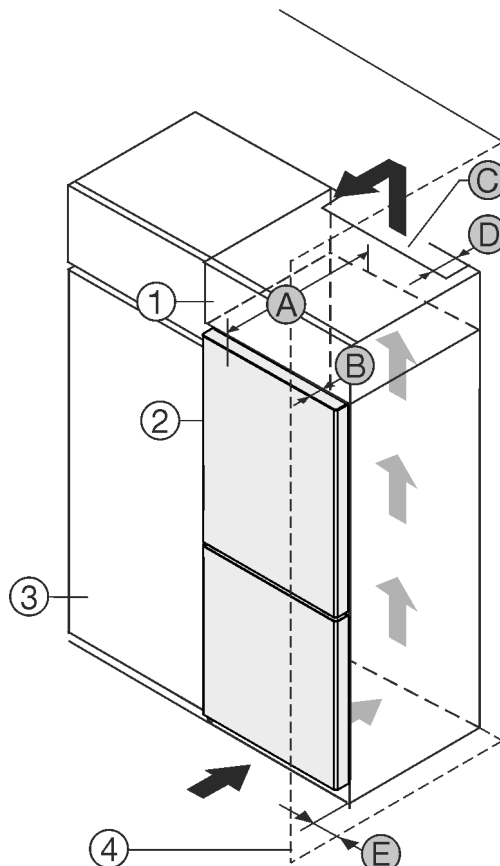

Fig. 1
- (1) Шафа для встановлення на пристрої
- (2) Пристрій
- (3) Кухонна шафа
- (4) Стінка
- (A) Глибина пристрою
- (B) Глибина дверей
- (C) Вентиляційний зазор
- (D) Відстань задня сторона пристрою
- (E) Відстань до сторони пристрою
Пристрій встановити безпосередньо поряд із кухонною шафою Fig. 1 (3).*
Глибина Fig. 1 (D) вільного простору вздовж усієї задньої сторони шафи повинна бути.
Слід дотримуватись вентиляційного отвору Fig. 1 (C) в стелі приміщення.
Якщо пристрій із шарнірами встановлюється поряд зі стінкою Fig. 1 (4), відстань між пристроєм та стінкою повинна бути не менше 13 мм.
Якщо пристрій із шарнірами встановлюється поряд зі стінкою Fig. 1 (4), відстань між пристроєм та стінкою повинна бути не менше 20 мм.
Щоб мати можливість повністю відкривати дверцята, потрібно, щоб пристрій стояв на відстані глибина дверей Fig. 1 (B) відносно передньої панелі кухонної шафи. Залежно від глибини кухонних шаф Fig. 1 (3) та використання пристінних розпірок пристрій може ще більше видаватися вперед.*